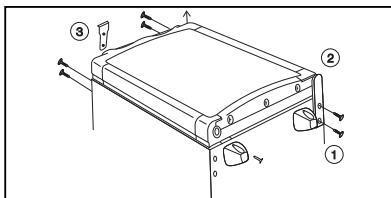

Abbildung 6.
Die Reibildung wird durch die in das Gerät eingebaute FUZZY LOGIC reguliert, die das Gerät alle 24 Stunden für zwei Stunden abschaltet. Der Reif schmilzt, und das Tauwasser läuft über das Ablaufloch der Tauwasserablaufrinne in den Verdampfungsbehälter, der sich am rückwärtigen unteren Ende des Geräts bei allen Modellen befindet (Abb. 6). Dort wird es automatisch verdampft, so dass eine manuelle Entleerung des Behälters nicht erforderlich ist.
- Das Tauwasser läuft dann über eine Rinne zur Geräterückseite in einen Auffangbehälter, wo es automatisch verdampft (Abb. 6). Wenn die abzutauende Eisschicht sehr dick ist, besteht die Gefahr, dass der Auffangbehälter überläuft. In diesem Fall sollte ein Tuch unter die Kühlrippen gelegt werden, das das überlaufende Tauwasser aufsaugen kann. Auch das Wasser im Tiefkühl-lagerfach sollte mit einem Tuch aufgesaugt werden.